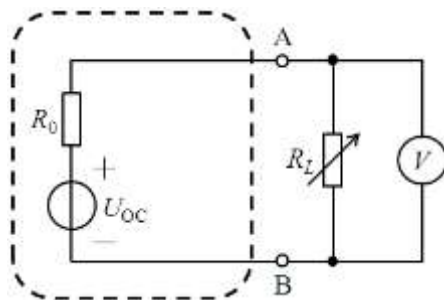

图 2.5
- 1) 测量电路如图 2.5 所示， $R_L$  为变阻箱，注意： $U_{OC}$  和  $R_0$  分别为前面测得的开路电压和等效内阻。